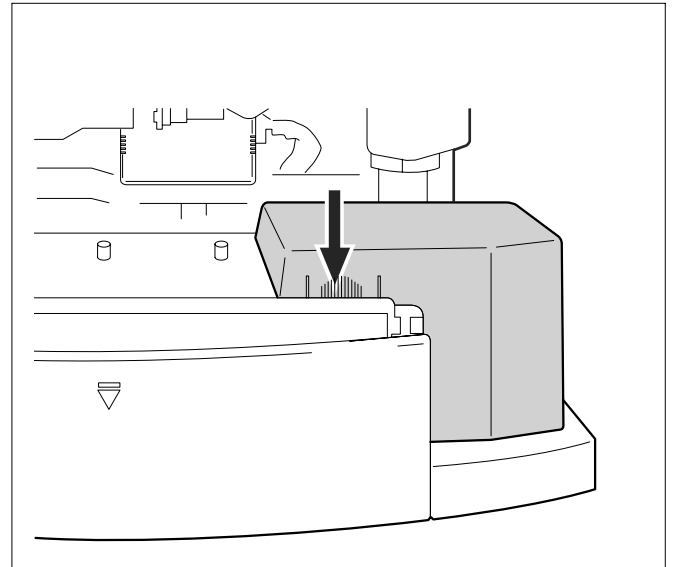

Fig. 61 Montarea capacului cutiei de conexiuni
- Montați capacul cutiei de conexiuni (vezi Fig. 61).